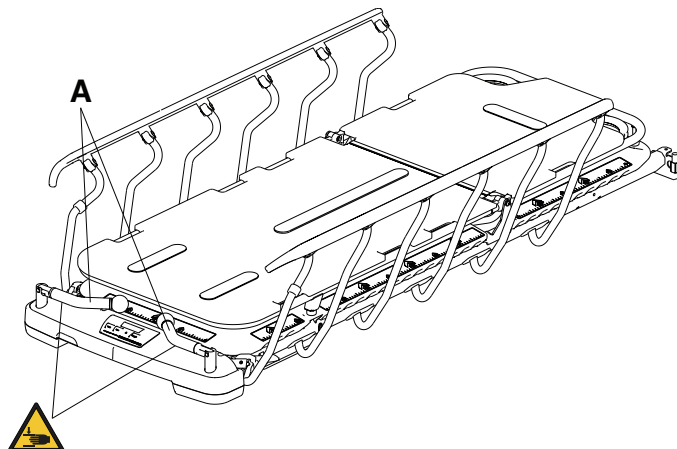

Figura 12 – Plierea manetelor de împingere de la capătul pentru picioare
3. Inversați pașii pentru a plia manetele de împingere de la capătul pentru picioare (A) (Figura 12).